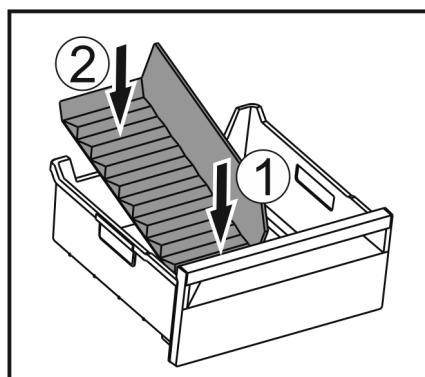

Fig. 146
- Vložte prednú časť oddelovača zásuvky na ľad. Fig. 146 (1)
- Spustite zadnú časť oddelovača zásuvky na ľad až na dno zásuvky. Fig. 146 (2)